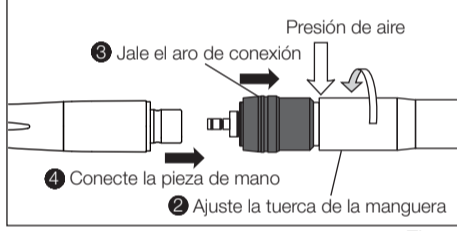

Fig. 2
- 1) Retraiga hacia sí el aro de conexión del acople y desconecte directamente la pieza de mano (Fig. 2).